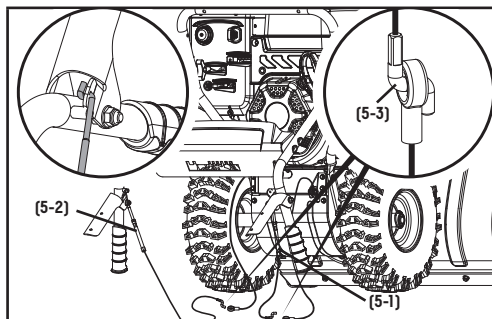

Figure 5
3. Insérez les serre-câbles (5-3) ensemble et tirez-les pour vous assurer qu'ils sont raccordés (Figure 5).